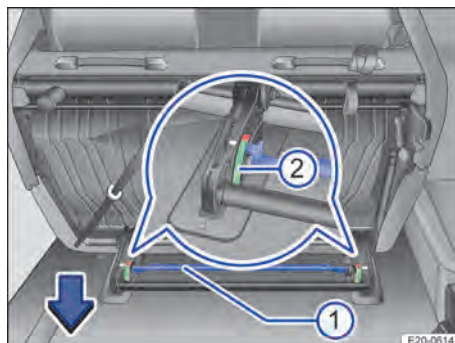

Fig. 75 Deuxième rangée de sièges : Repose de la banquette biplace
2. Poussez la tringlerie → fig. 75 ① vers le bas dans le sens de la flèche jusqu'à ce que les deux indicateurs de verrouillage ② se trouvent dans la zone verte.